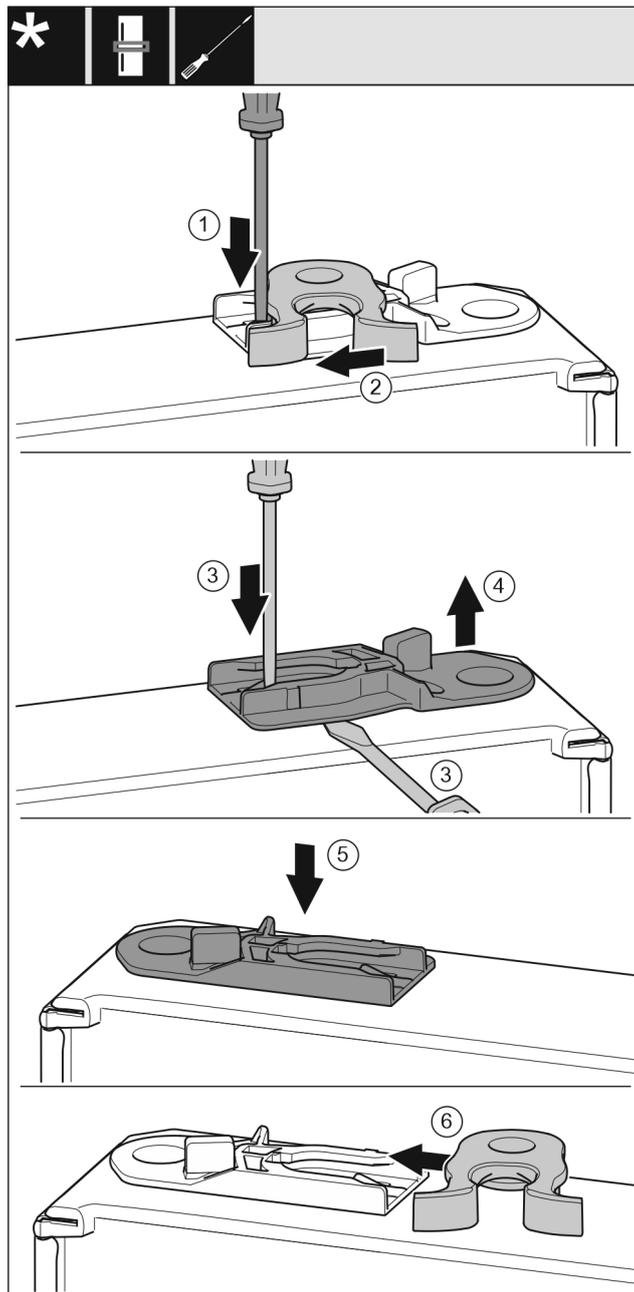

Fig. 16
- ▶ Plochým skrutkovačom zatlačte strmeň nadol. Fig. 16 (1)
- ▶ Zatvárací hák vyťahnite z vedenia. Fig. 16 (2)
- ▶ Vyťahnite vodiace puzdro: plochým skrutkovačom zatlačte strmeň a súčasne plochý skrutkovač zasuňte pod vodiace puzdro. Fig. 16 (3, 4)
- ▶ Vodiace puzdro, ktoré je súčasťou dodávky, zasuňte na druhej strane telesa. Fig. 16 (5)
- ▶ Zatvárací hák zasuňte do vedenia. Fig. 16 (6)